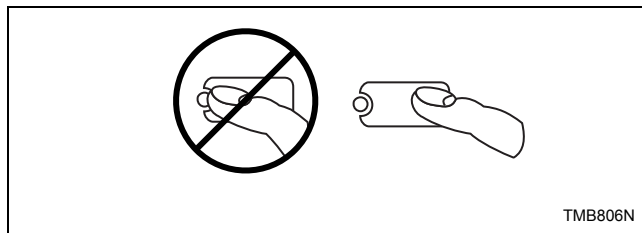

Figura 34
**NOTA:** No pulse directamente las luces o el centro del botón. Para efectuar una selección apropiada, pulse el botón ligeramente a la derecha del centro. Consulte la *Figura 34*.